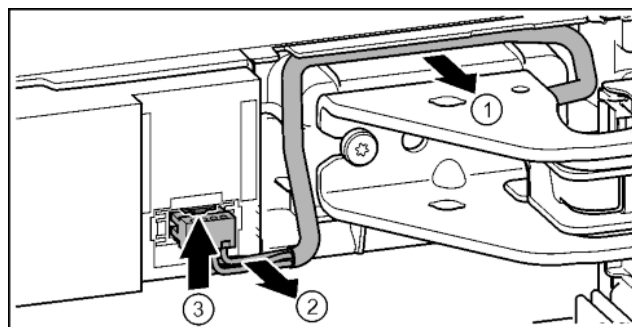

Fig. 18
- ▶ Ostrożnie wyjąć kabel znajdujący się nad płytką zawiasu. Fig. 18 (1)
- ▶ Z kanału ostrożnie wyjąć przewód pleciony. Fig. 18 (2)
- ▶ Nakładkę wcisnąć w górę i ostrożnie wyjąć wtyczkę. Fig. 18 (3)